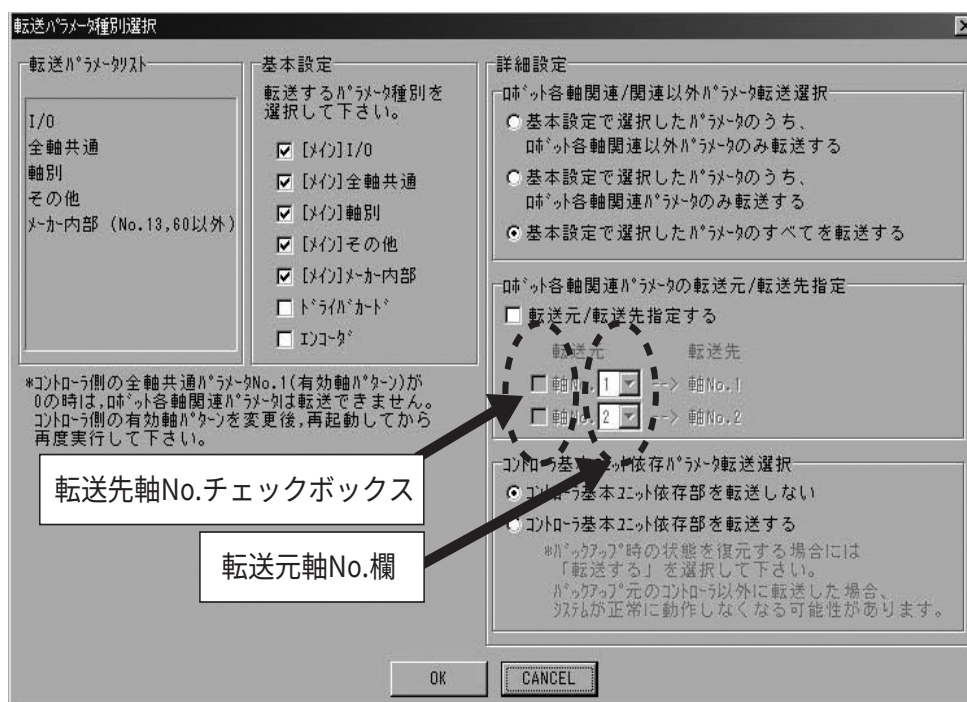
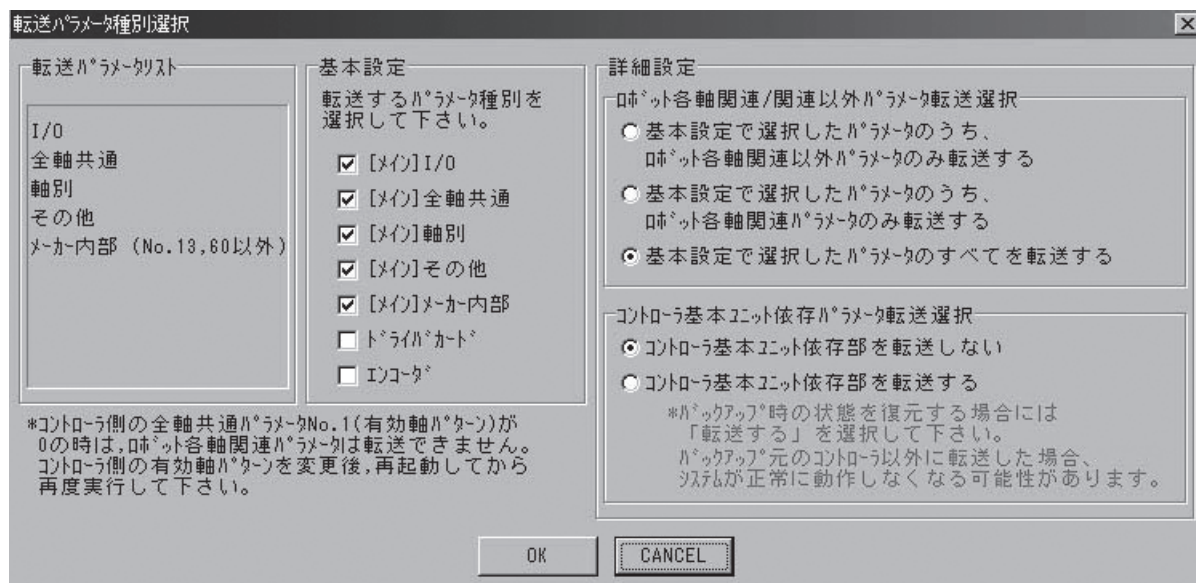

図 8.14 転送パラメータ種別選択ウィンドウ
図 8.15 転送パラメータ種別選択ウィンドウ (X-SEL-JX/KX)
- (1) **ファイル** — **開く** または ボタンを押して、転送対象のパラメータファイルを選択し、パソコンソフトに読み込み、パラメータ編集ウィンドウを開きます。
- (2) パラメータ編集ウィンドウの**コントローラ**へ**転送**ボタンをクリックします。
- (3) 転送パラメータ種別選択ウィンドウ（図8.14）が表示されます。X-SEL-JX/KXの場合は、「ロボット各軸関連パラメータの転送元/転送先指定」が表示されない画面（図8.15）が表示されます。